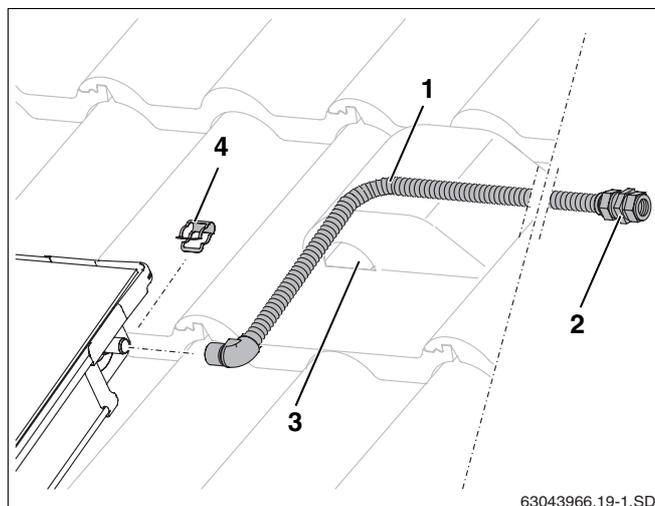

Рис. 53 Монтаж подающей линии (без воздушного клапана на крыше)
- Надеть соединительную трубу (1000 мм, рис. 53, **поз. 1**) на штуцер подающей линии коллектора и зафиксировать зажимом (рис. 53, **поз. 4**).
- Провести трубу вместе с кабелем датчика через черепицу с вентиляционным отверстием (рис. 53, **поз. 3**) и изоляцию кровли.
- Подключить сборную линию к резьбовому соединению с зажимным кольцом (рис. 53, **поз. 2**).